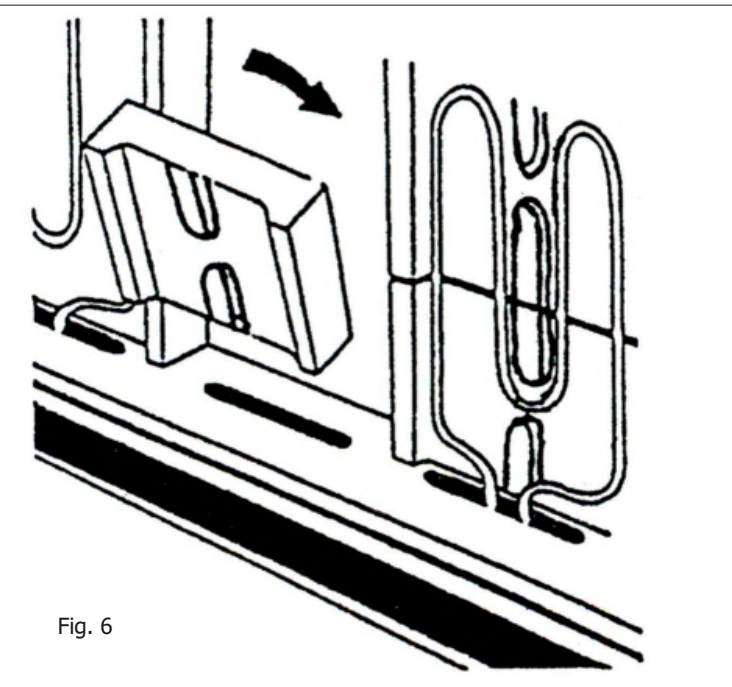

Fig. 6
- Remonter la résistance et disposer les deux rangées de briques sur l'avant. Fig 6